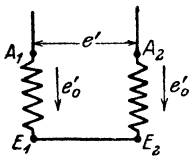

Fig. 98.
245. A_1E_1 und A_2E_2 sind Sitze zweier EMK, deren Vektoren einen Winkel von 120° miteinander einschließen. Die gemessene Größe jeder EMK ist $e'_0 = 100$ [220] (220) V. Welche Spannung e' mißt man zwischen A_1 und A_2 , wenn E_1 mit E_2 verbunden wird (Fig. 98.)
Lösung: Wie aus den in Fig. 98 eingezeichneten Pfeilen hervorgeht, subtrahieren sich die beiden EMK, also ist die zwischen A_1 und A_2 gemessene Spannung die Differenz der beiden Spannungen